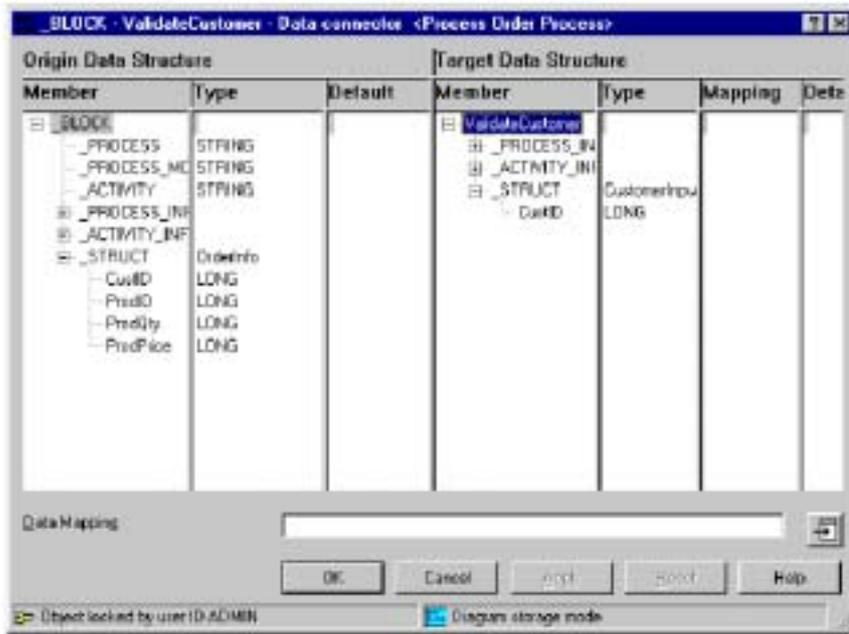

图 4-40 数据映射窗口
6. 双击刚刚加入的数据流连接器, 将出现如图 4-40 所示的数据映射窗口。